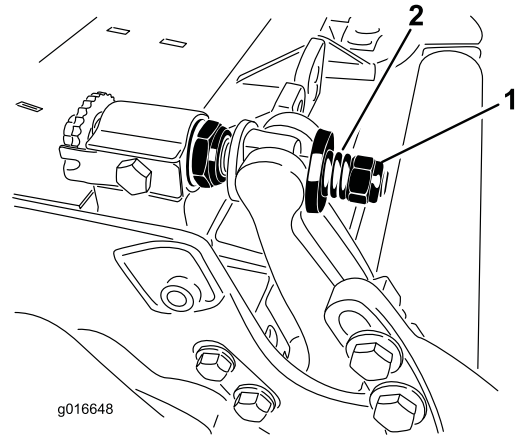

图31
- 均匀旋紧两端的锁紧螺母、直至用手无法再旋动外侧钢垫圈、而底刀架不再轴向串动（图31）。
10. 旋紧每个底刀架调节器组件上的螺母、直到加压弹簧完全压紧、然后松开 1/2 圈 (图31)。